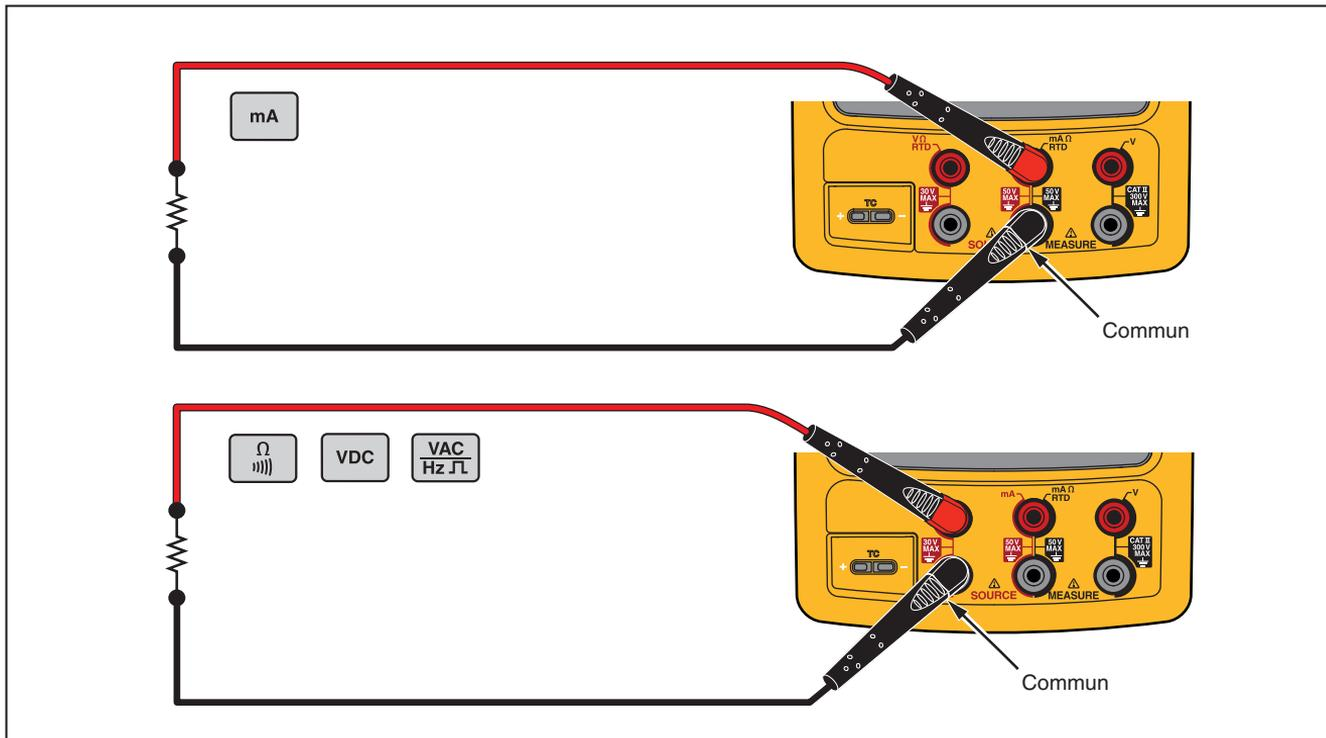

Figure 18. Connexions électriques de source
- Branchez les cordons de mesure illustrés dans la Figure 18, selon la fonction de source.